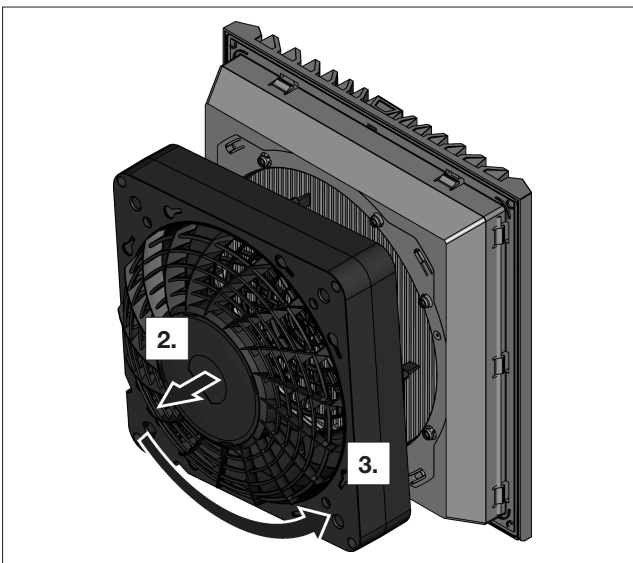

Imagen 8: Giro caja del ventilador
- A continuación gire la caja del ventilador en 90°, 180° o 270°, hasta situar la conexión eléctrica en la posición deseada (ver imagen 8).